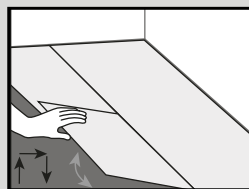
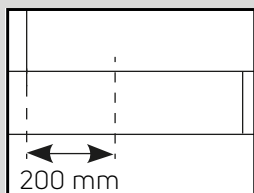
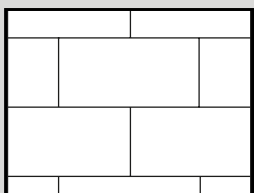

Fig. 3
Fig. 4a
Fig. 4b
4. Begin aan de tweede rij. Houd de plank in een hoek (van circa 30o) en klik de messingszijde in de groef van de eerste rij. Tik de plank/tegel stevig aan. Leg de volgende plank/tegel door de messingszijde en groef langs de lange kant in elkaar te duwen (Fig. 3). Tegels en planken moeten verspringend worden gelegd zodat de vier hoeken nooit op hetzelfde punt samenkomen (Fig. 4a en Fig. 4b).